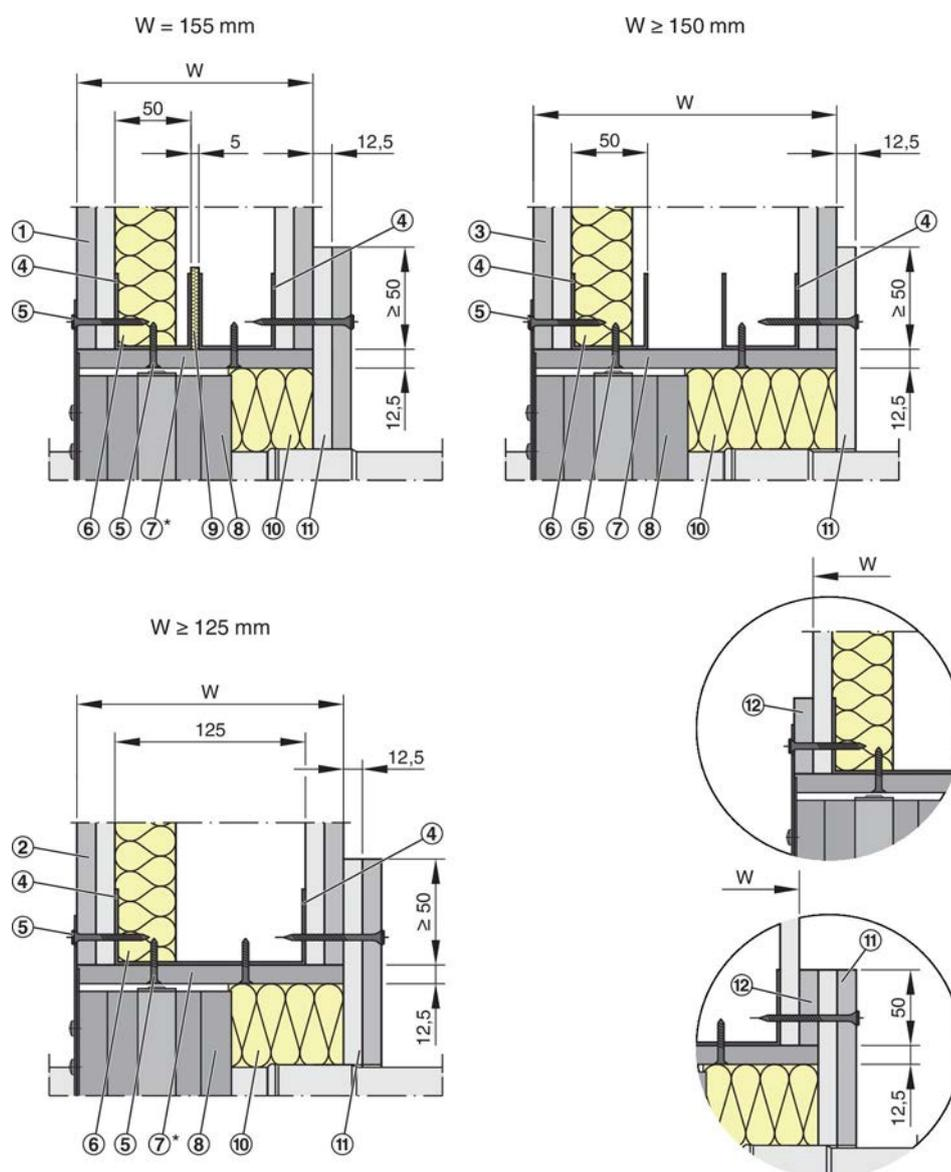

Fig. 31: Montage à sec sans mortier dans des cloisons légères, $W \geq 125$ mm
Pour en savoir plus sur les installations dans des cloisons d'épaisseur différente, Voir la Fig. 31
4. ▶ Si l'épaisseur du mur est ≥ 125 mm, remplir le trou arrière avec de la laine minérale ou du mortier de gypse et sceller le tout avec des bandes de renfort du même matériau que le mur Voir la Fig. 31.